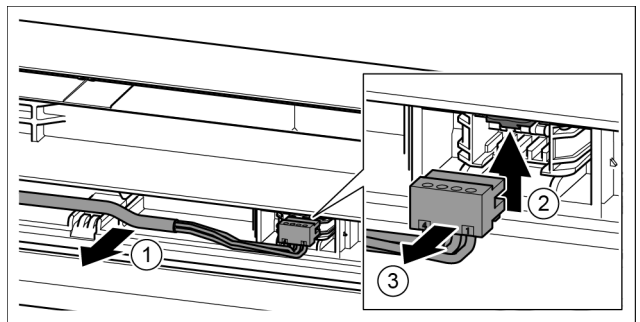

Fig. 24
- ▶ Sivý kábel opatrne uvoľnite z vedenia vo dverách. Fig. 24 (1)
- ▶ Strmeň potlačte nahor. Fig. 24 (2)
- ▶ Opatrne vytiahnite zástrčku. Fig. 24 (3)